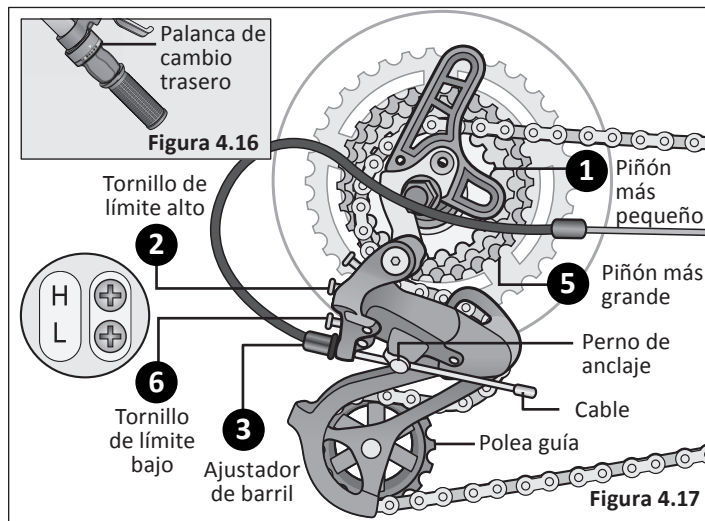

Figura 4.17
- 2 Ajuste el tornillo de límite alto para que la polea guía y el piñón más pequeño estén alineados verticalmente. Gire el tornillo del límite alto a la derecha para alejar la polea del cuadro y hacia la izquierda para acercarla **Figura 4.17**